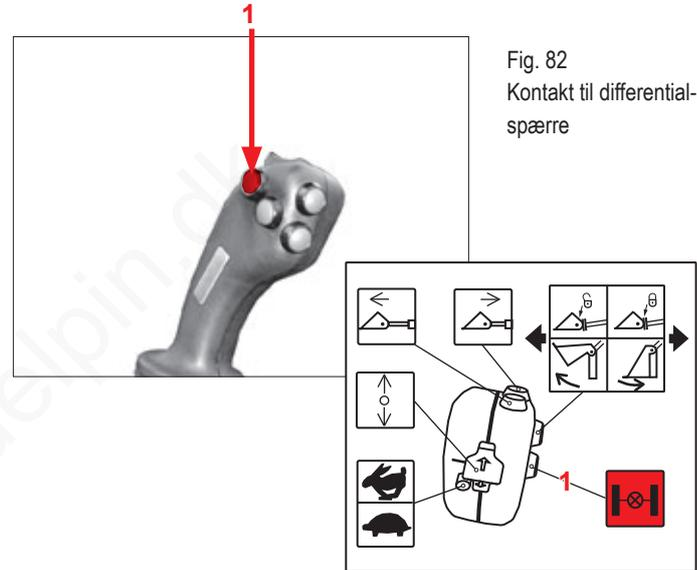

Fig. 82
Når tasten pos. 1 slippes (fig. 82) kan differentialet nogle gange forblive spærret. Det kan mærkes, fordi det kræver flere kræfter at styre.
Til denne funktion er læsseren udstyret med et andet multifunktionshåndtag (fig. 82). Differentialspærren aktiveres og deaktiveres med tasten pos. 1 på multifunktionshåndtaget (fig. 82). Med differentialspærren kan du spærre differentialegearet ved behov og dermed forhindre uregelmæssigt hjulslip.
- Tryk på tasten pos. 1 (fig. 82):
- Slip tasten pos. 1 (fig. 82):